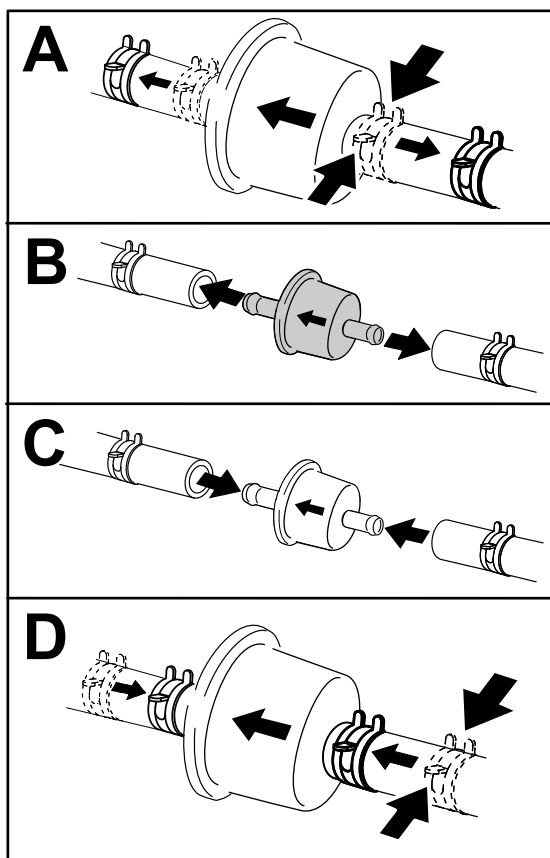

Рисунок 49
3. Замените фильтр (Рисунок 49).